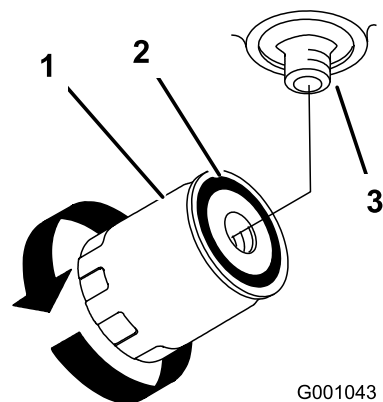

Figura 51
4. Individuate il filtro sotto la base del motore e collocate una bacinella di spurgo sotto il filtro (Figura 51).
5. Togliete il filtro usato e tergete la superficie della guarnizione del riduttore del filtro (Figura 51).
9. Quando il filtro idraulico è pieno, giratelo in senso orario finché la guarnizione di gomma non tocca l'adattatore, quindi serrate il filtro di un ulteriore 1/2 giro (Figura 51).